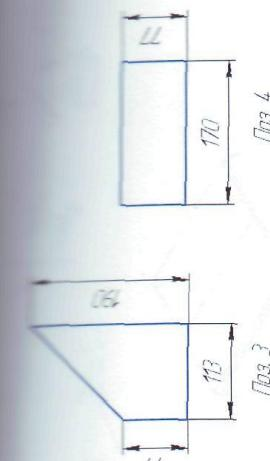

Рис. 3
■ ■ ■ ПРИЛОЖЕНИЕ А2 Модуль 2. Сосуд под давлением. Задание №2. (Механизированная сварка плавящимся электродом в защитных газах MIG/MAG (135)) Рис. 3, 4.